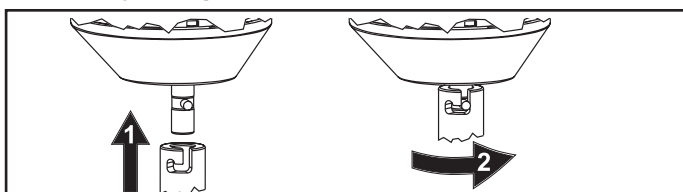

Fig.4 Montaje de la herramienta en el eje de bayoneta.
C. Montar la herramienta deseada en el eje de bayoneta y hacerla girar en el sentido contrario al de las agujas del reloj para fijarla (fig. 4).